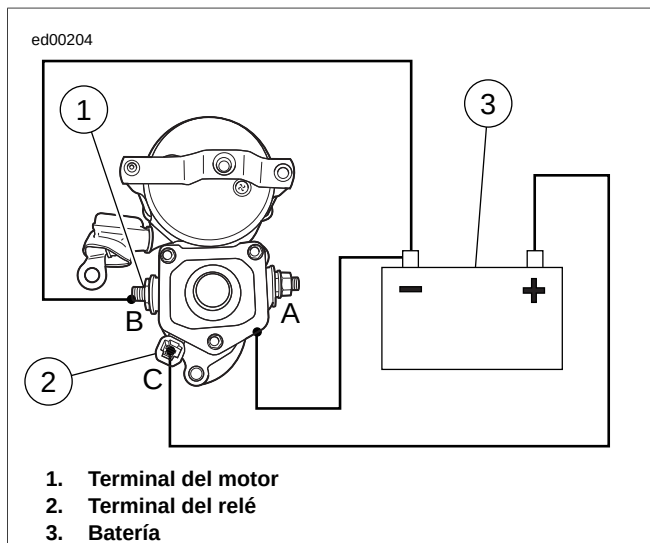

Figura 1-8. Prueba de enganche
No desarme el solenoide. Antes de probar, desconecte el cable de campo del terminal del motor como se muestra en la Figura 1-8.
1. Vea Figura 1-8. Utilice una batería de 12 V y conecte los tres cables de prueba separados de la siguiente manera: